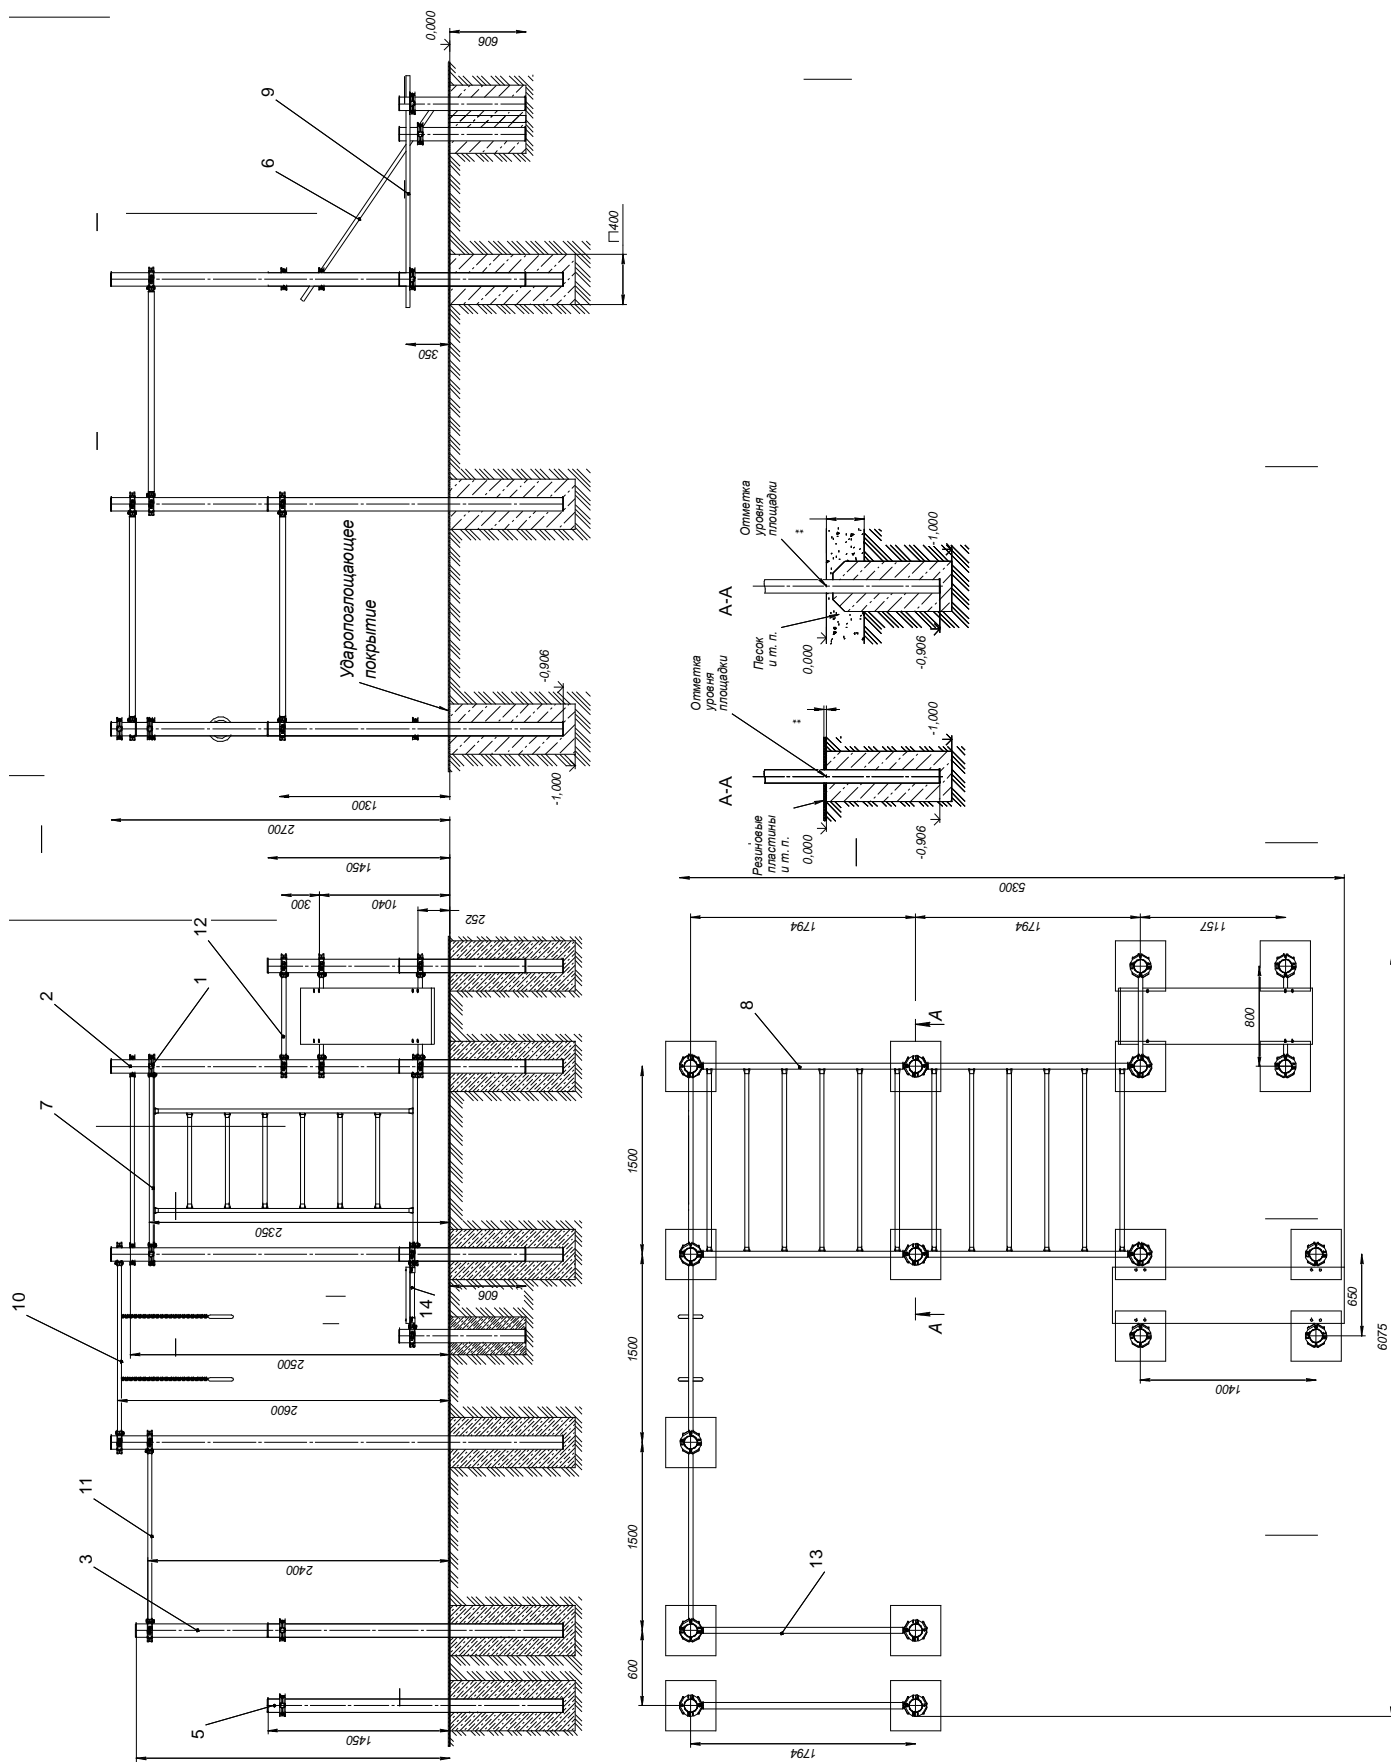

Рис. 2.
- 10.3.1 Провести планировку участка. Подготовить фундаментные ямы согласно (рис.2).
- 10.3.2 Произвести сборку и монтаж изделия (см. рис. 2). Примечание: На рис.2 показаны рекомендуемые высоты размещения элементов комплекса.